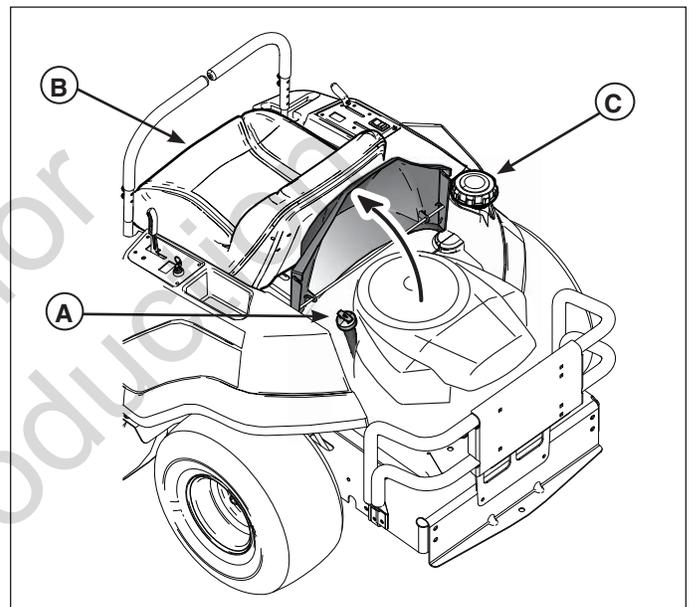

Figure 1. Vérifications avant le démarrage
- Vérifier que le carter soit rempli jusqu'à la marque plein sur la jauge d'huile (A, Figure 1 – située sous le capot du moteur). Consulter le guide d'utilisation du moteur pour des instructions et des recommandations concernant l'huile.
- Régler la position du siège (B) et s'assurer que le conducteur puisse atteindre toutes les commandes depuis son siège.
- Remplir le réservoir de carburant (C) avec du carburant récemment acheté. Se reporter au guide d'utilisation du moteur pour des recommandations concernant le carburant.